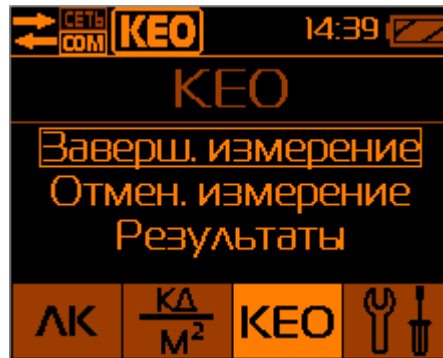

Рис.23. Меню завершения измерений КЕО.
2.3.6.5. Завершение режима измерения «КЕО» осуществляется нажатием кнопки 4 «КЕО» (Рис.2), после чего надо выбрать пункт меню «Завершение измерений» (Рис.23),